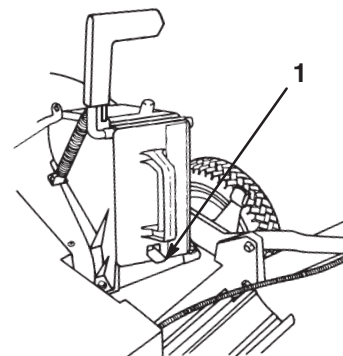

Bild 6
5. Schieben Sie die Abdeckung ganz hinein, bis der Federclip an der Unterseite der Abdeckung einschnappt (Bild 6).